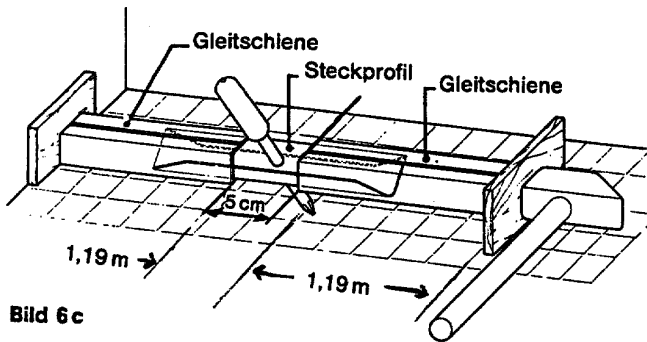

Bild 6c
5.2.c) Gleitschienen bis ca. 5 cm zusammenschlagen (Bild 6c).